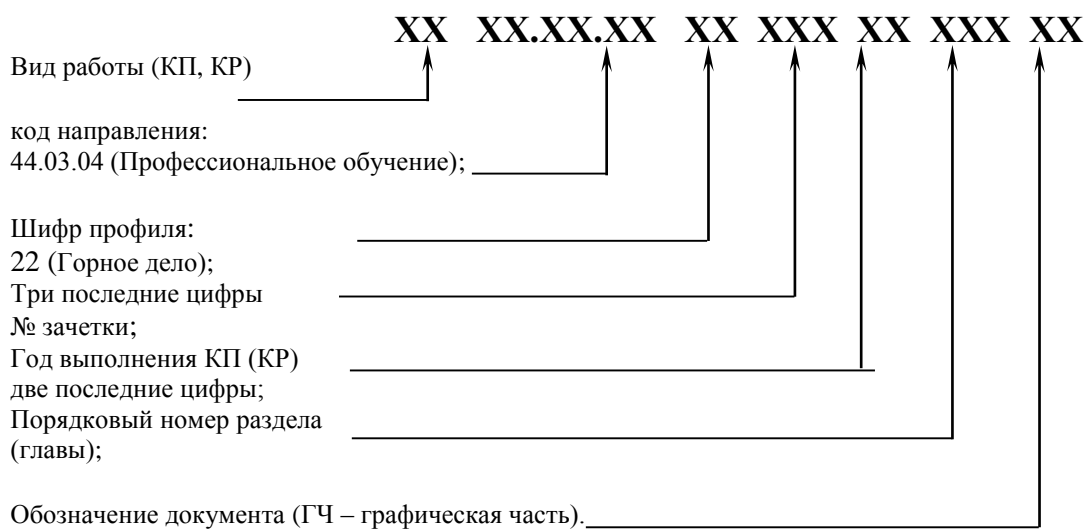

Рисунок 2.6 – Шифр курсового проекта (работы) для графы 2
- в графе 2* – обозначение шифра документа в соответствии с примером выше (рисунок 2.6);